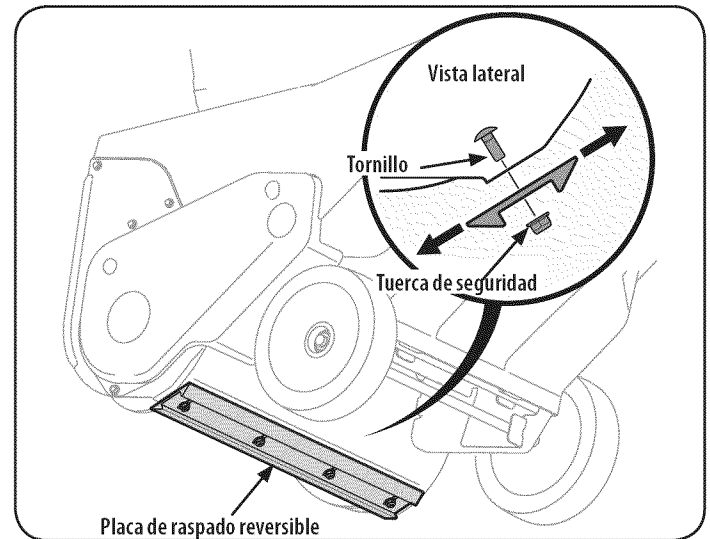

Figura 14
3. Afloje las cuatro tuercas de seguridad con brida y los pernos de carro que sujetan la placa de raspado a la caja. Vea la Figura 14. Mueva la placa de raspado hacia la posición deseada y vuelva a apretar las tuercas y los tornillos hasta que queden bien ajustados.
3. Quite los cuatro pernos de carro y las tuercas de seguridad con brida que la sujetan a la caja de la máquina quitanieve. Consulte la figura 14 en la página 46.